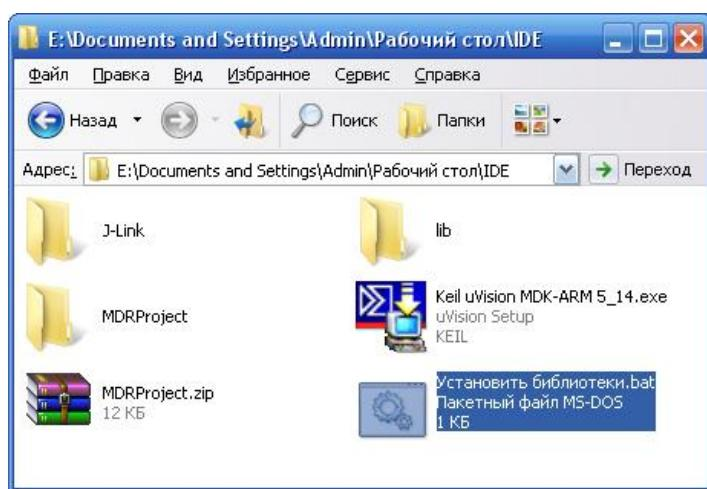

Рисунок 1.1 – Материалы лабораторного комплекса
2. Папка с необходимыми файлами (рис. 1.1).